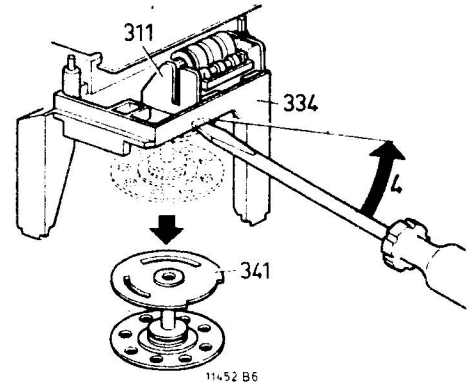

Fig. 4
- Wrik voorzichtig met een schroevendraaier tellervliegwieltje 341 van de telleras (fig. 4).